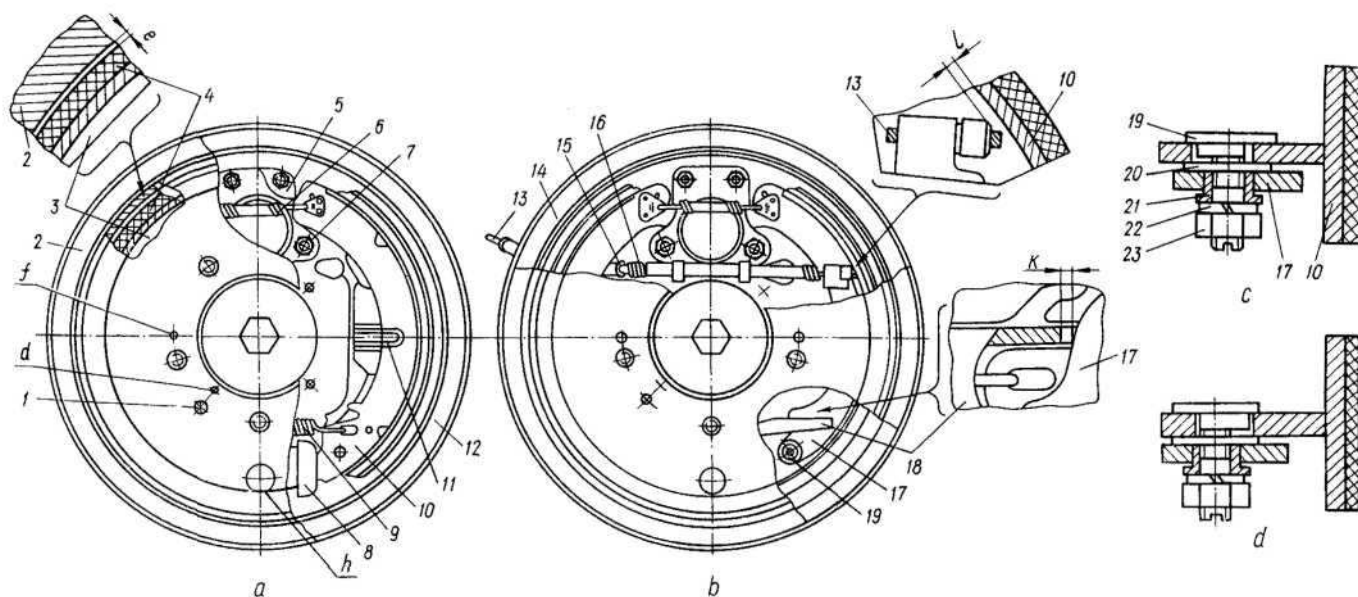

Рис. 192. Тормоза колёс:
Тормоза колёс автомобиля — колодочные с плавающими (самоустанавливающимися) колодками. Тормоза собраны совместно с колёсными редукторами: щит тормоза 21 (рис. 160), опора колодок тормоза 20 и накладка 19 закреплены к картеру редуктора. Эти детали являются опорой для колодок 3 и 10 (рис. 192), пружин 11, цилиндра 8, а также троса привода стояночного тормоза (у тормозов задних колёс). Тормозной барабан крепится к фланцу вала ведомой шестерни колёсного редуктора двумя технологическими винтами 13 (рис. 160) и совместно с колесом — пятью болтами 3, запрессованными во фланец вала. Колодки тормоза разжимаются двухпоршневым колёсным цилиндром 8 (рис. 192).
рачивают до упора, а затем отворачивают на 180° (до совмещения прорези стержня с выступом колодки). В связи с наличием конструктивного зазора в резьбовом соединении кольцо — поршень в нём при повороте поршня на 180° образуется зазор *a*. Ход поршня при торможении равен этому зазору, т. е. при нажатии на педаль тормоза под давлением рабочей жидкости поршень с колодкой тормоза передвигается до упора колодки в тормозной барабан, а при отпускании педали стяжные пружины *б* и *9* (рис. 192) тормоза передвигают колодкой поршень до упора в резьбу кольца.
Снимайте барабан вручную (допускается лёгкое обстукивание барабана молотком). Если эти приёмы безрезультатны, то снимать следует с помощью двух болтов М8, завинчивая их одновременно в технологические резьбовые отверстия f (рис. 192) диска барабана.
- с помощью специальных клещей для стяжных пружин колодок тормоза снимите стяжные пружины 6 и 9 (рис. 192);